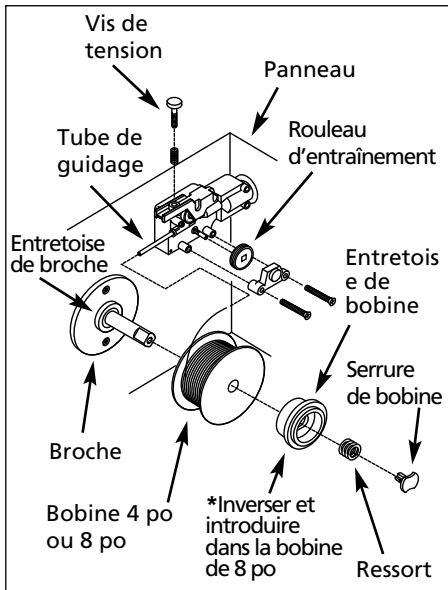

Figure 5 - L'Enfillement du Fil à Soudage
**\*Voir Figure 5 pour le montage.**